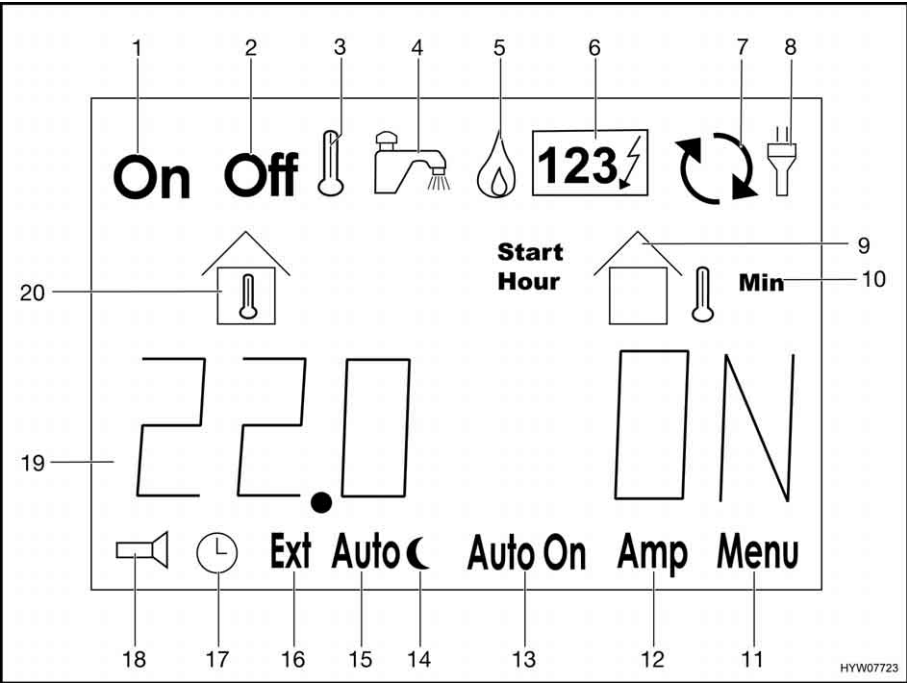

Bild 168 Anzeigen im LCD-Display
In der Informationszeile (Bild 168,19) werden in Textform Angaben zu Temperaturen, Zeiten und Betriebszuständen oder auch Fehlermeldungen angezeigt.
- Die Taste "▷" (Bild 167,4) so lange drücken, bis das Symbol "🔥" (Bild 168,5) blinkt.
- Die Taste "▷" (Bild 167,4) so lange drücken, bis das Symbol "123⚡" (Bild 168,6) blinkt.
- Die Taste "▷" (Bild 167,4) drücken. Das Symbol "Off" (Bild 168,2) blinkt.
- Die Taste "+/On" (Bild 167,3) drücken. Das Symbol "On" (Bild 168,1) blinkt. Die Heizung startet automatisch.
- Die Taste "▷" (Bild 167,4) drücken. Das Symbol "On" (Bild 168,1) blinkt.
- Die Taste "-/Off" (Bild 167,5) drücken. Das Symbol "Off" (Bild 168,2) blinkt. Die Heizung schaltet ab.